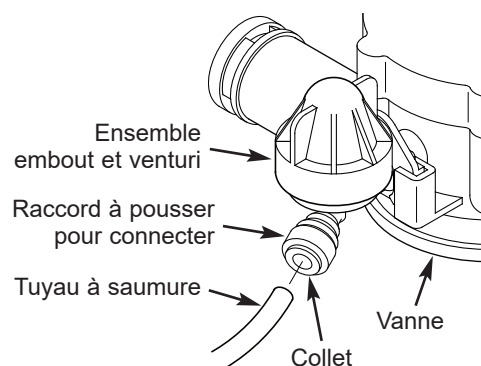
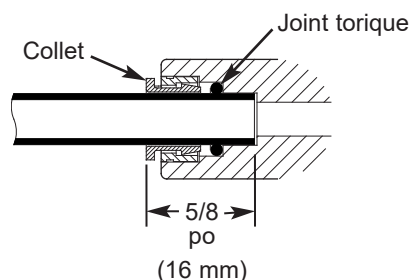

FIG. 14
FIG. 16
- c. Connectez le tuyau à saumure en insérant l'extrémité dans le raccord à pousser pour connecter sur l'ensemble embout et venturi de la vanne (cf. Fig. 14). Poussez-le jusqu'à ce qu'au moins 16 mm (5/8 po) de tuyau soit inséré (cf. Fig. 16).